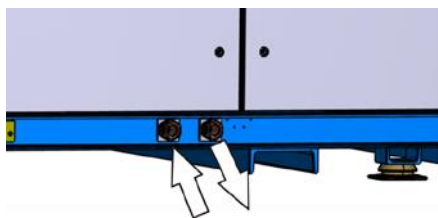

Рис. 26: Штуцеры для охлаждающей воды
1. Подключите к штуцерам для охлаждающей воды гибкие и водостойкие шланги (Рис. 26/стрелки).